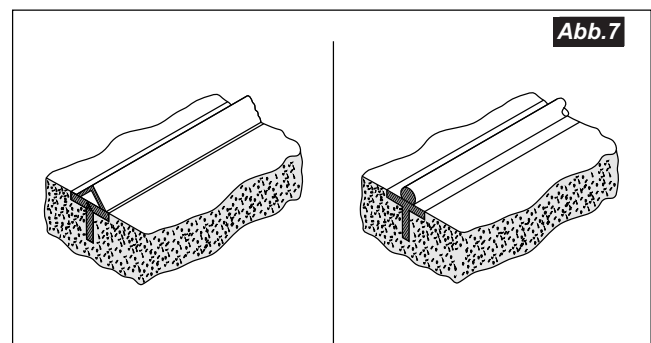

Abb.7
- für den verwendeten Führungsleistentyp geeignet sein: mit rundem oder V-förmigem Querschnitt (**Abb.7**)